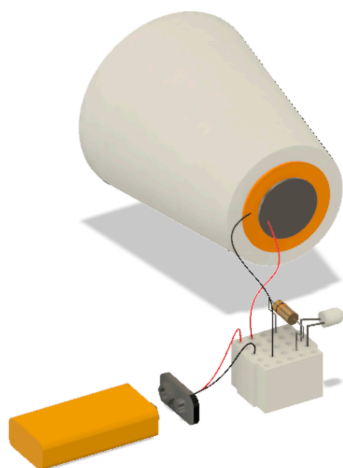
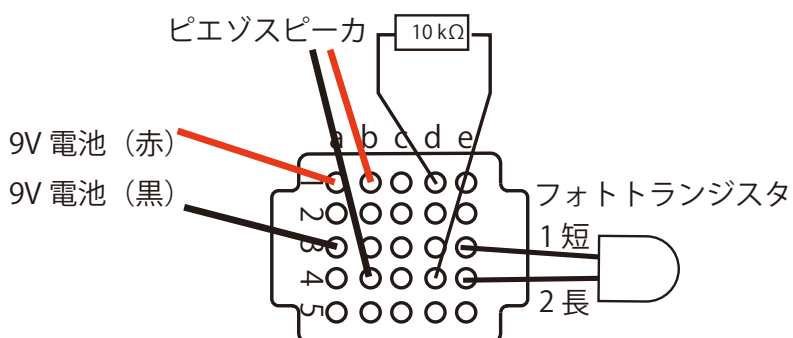

図5 ミニブレッドボードの穴に各部品の足を差し込む。
図6 穴と各部品の配置
2) 図5のようにミニブレッドボードの穴に色々な部品のリード線の先を差し込んでいきます。リード線のより線はよくねじって、硬くして曲がりにくくします。各部品とその差し込む穴の対応は図6を見てください。